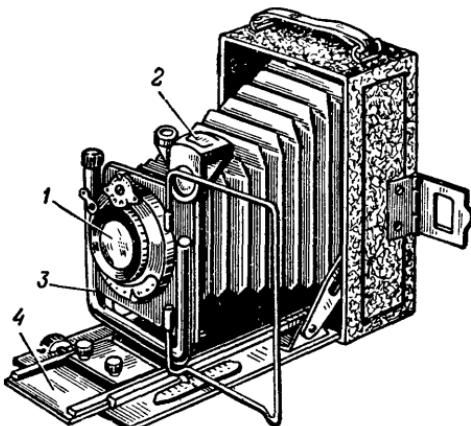

Рис. 22. Общий вид пластиночной камеры „Фотокор“:
На рис. 22 представлен общий вид складной пластиночной камеры «Фотокор», снабжённой центральным затвором с меняющимися скоростями и ирисовой диафрагмой. После рассмотрения предыдущих, более сложных конструкций не понадобится её подробное описание. В ней всё открыто — объектив (1), видоискатель (2) и передняя стойка (3), на которой укреплён объектив и которая может передвигаться по салазкам (4) для наводки на резкость. Матовое стекло для наводки на резкость и кассеты вдвигаются в пазы на задней стенке камеры, не видной на рисунке.